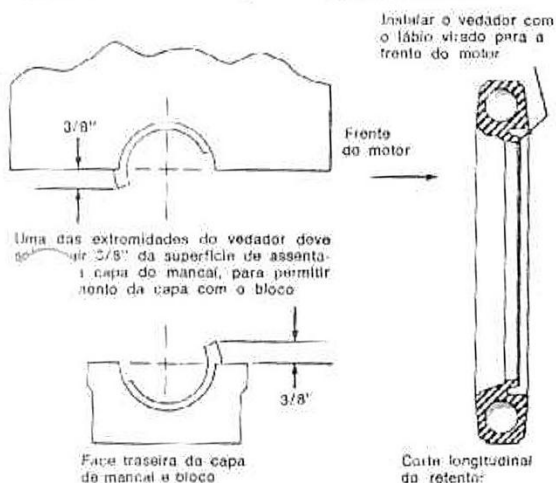

fig. 28 — Instalação do vedador do mancal traseiro
1. Se os casquilhos do mancal traseiro estiverem sendo substituídos, limpar o sulco para vedador com uma escova e solvente. Instalar a metade superior do vedador cuidadosamente no seu sulco, com o lábio voltado para a frente do motor (fig. 28), girando-a sobre o munhão da árvore de manivelas, até que uma das extremidades fique a aproximadamente $3/8''$ da superfície de assentamento da capa do mancal (fig. 28).
8. Instalar o vedador inferior na capa do mancal traseiro, com o lábio virado para a frente do motor, (fig. 28) de modo que uma das extremidades fique aproximadamente $3/8''$ da superfície de assentamento da capa.